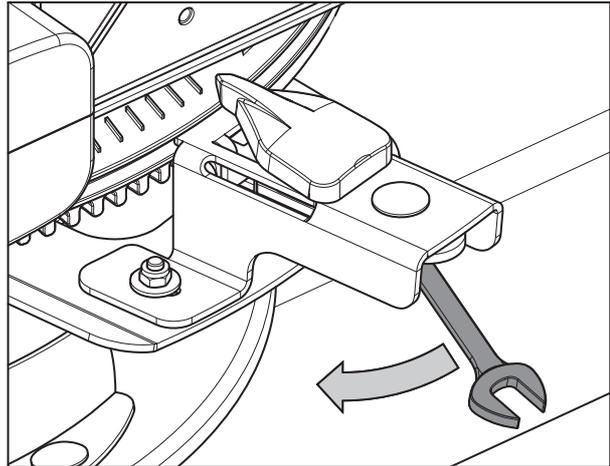

Bild 9.34: Arretierung lösen
- ▷ Die Arretierung wird gelöst und das Anzeigeelement lässt sich frei bewegen (siehe Bild 9.34).